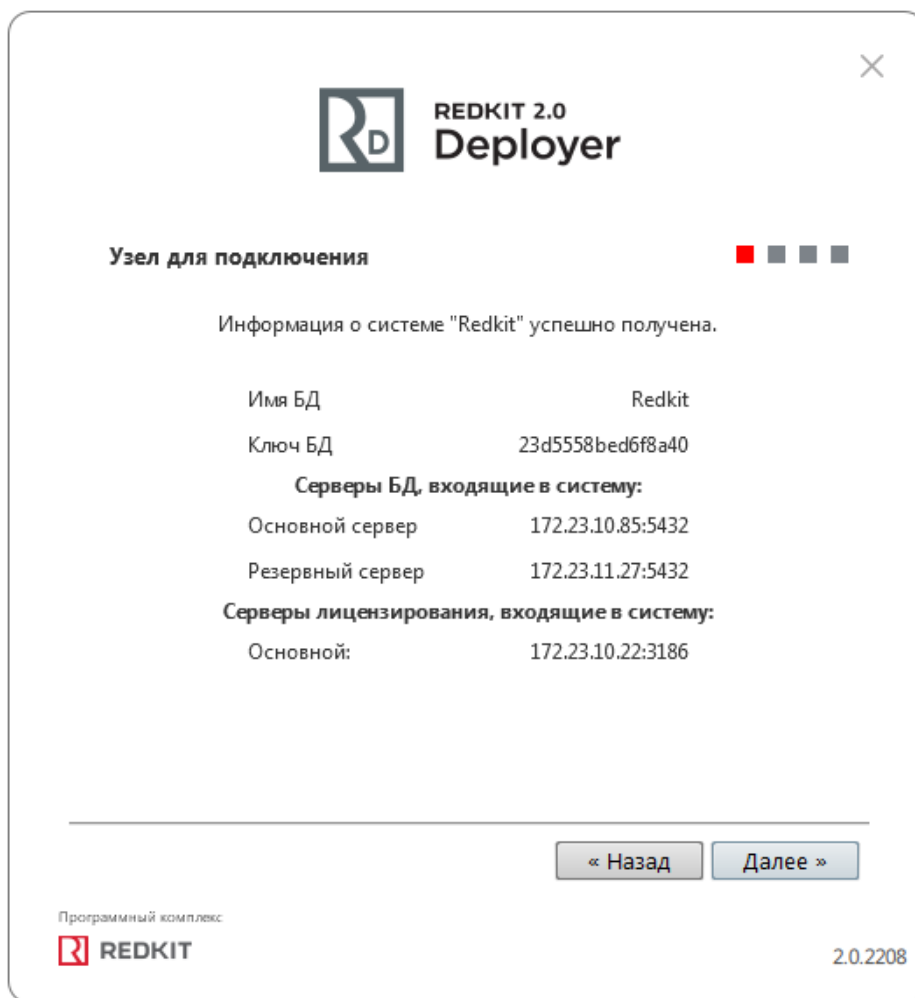

Рисунок 89 - Информация
5. Ознакомьтесь с информацией о системе Redkit и нажмите **Далее** (Рисунок 89).